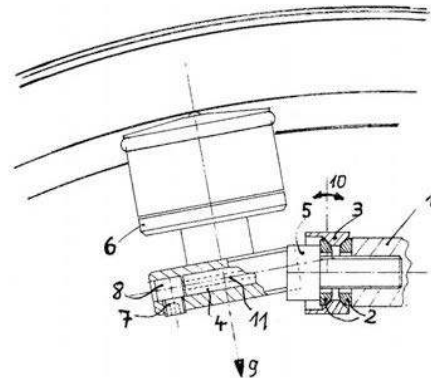

Figure 1 : vue en coupe du générateur et de l'adaptateur pour socle cantilever.
Avec un angle d'inclinaison de 11°, cet adaptateur (voir figure 1) est conçu pour la géométrie de fourche habituelle des roues de 26" et 28". Au lieu du bossage de frein avant gauche, il peut également être monté sur le bossage de frein arrière droit sur de nombreux vélos. Les étapes de montage sont identiques :
- 1) Retirez le boulon M6 (5 sur la figure 1) qui maintient le frein sur son socle (1).
- 2) Assurez-vous que les côtés convexes des rondelles sphériques (2) sont en contact avec l'adaptateur. Placez l'adaptateur (3) horizontalement sans le générateur devant la base de manière à ce que le tube (4) soit tourné vers l'avant et serrez légèrement. **Attention** : assurez-vous que la vis M6 est vissée d'au moins cinq tours/filets dans le filetage de base, sinon le fonctionnement sûr du frein sera compromis.
- 4) Réglage de la hauteur : Poussez le générateur (6) sur le tube avec les câbles de connexion pointant vers l'extérieur et tournez l'adaptateur jusqu'à ce que le joint torique de la dynamo se trouve approximativement au milieu de la jante.
- 5) Réglage latéral : n'est pas possible avec cet adaptateur et normalement pas nécessaire, car les socles de frein ont une distance standardisée. Seulement dans le cas de jantes extrêmement étroites, de flancs de jante inclinés ou de conceptions spéciales divergentes, il peut être nécessaire de monter le générateur "dans le sens inverse" afin qu'il se rapproche de la jante. Dans ce cas, les câbles de connexion sont dirigés vers la roue. La vis sans tête (7) est déplacée de manière à ne jamais appuyer sur le tube en laiton (4) mais toujours sur la tête en acier inoxydable (8).
- 6) Réglage de l'angle : l'axe de rotation du générateur (9) doit couper avec précision l'axe de la roue afin d'éviter les frottements et l'usure. L'adaptateur peut à cet effet être pivoté (10) dans son support rotule.
- 8) Ajustez la pression de contact : Laissez le levier de commande en position ouverte (levier perpendiculaire à l'adaptateur), graissez le tube en laiton et l'alésage du boîtier et poussez le générateur sur le tube jusqu'à la butée. Faites pivoter le générateur jusqu'à ce que la distance entre le joint torique et la jante soit de 2mm. Dans cette position, serrez provisoirement la vis sans tête M4 (7) contre la tête en acier inoxydable (8).
- 9) Vérifiez la pression de contact : Pivotez le levier de commande hors de son encoche et enclenchez-le en position fermée. Le ressort de torsion (11) doit maintenant presser le générateur contre la jante avec une pré-tension clairement perceptible et une rotation tout en douceur : ce que vous pouvez vérifier en le soulevant plusieurs fois de quelques millimètres de la jante et en le laissant retomber.